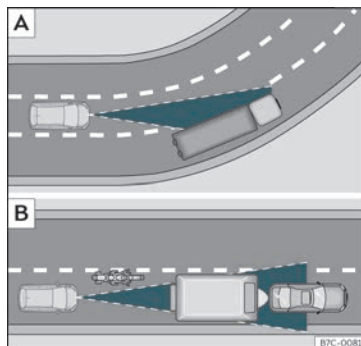

Fig. 164 [A] Veículo numa curva. [B] Motociclo que circula à frente, fora do raio de alcance do sensor de radar.
O ACC poderia não detetar em curva o veículo precedente ou poderia regular a distância com veículos que se encontram noutras faixas >>> **Fig. 164 [A].**
- Veículos que circulem desalinhados ou fora da zona de deteção do sensor, por exemplo, motociclos >>> **Fig. 164 [B].**